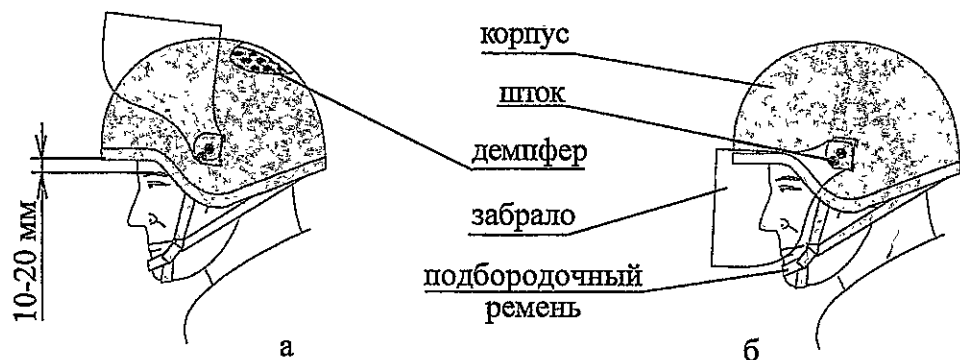

Рисунок 1 - Схема расположения основных элементов шлема
- надеть шлем с поднятым забралом на голову так, чтобы шлем закрывал голову до высоты 10-20 мм над уровнем бровей для обеспечения обзора несколько выше линии горизонта (рисунок 1б);